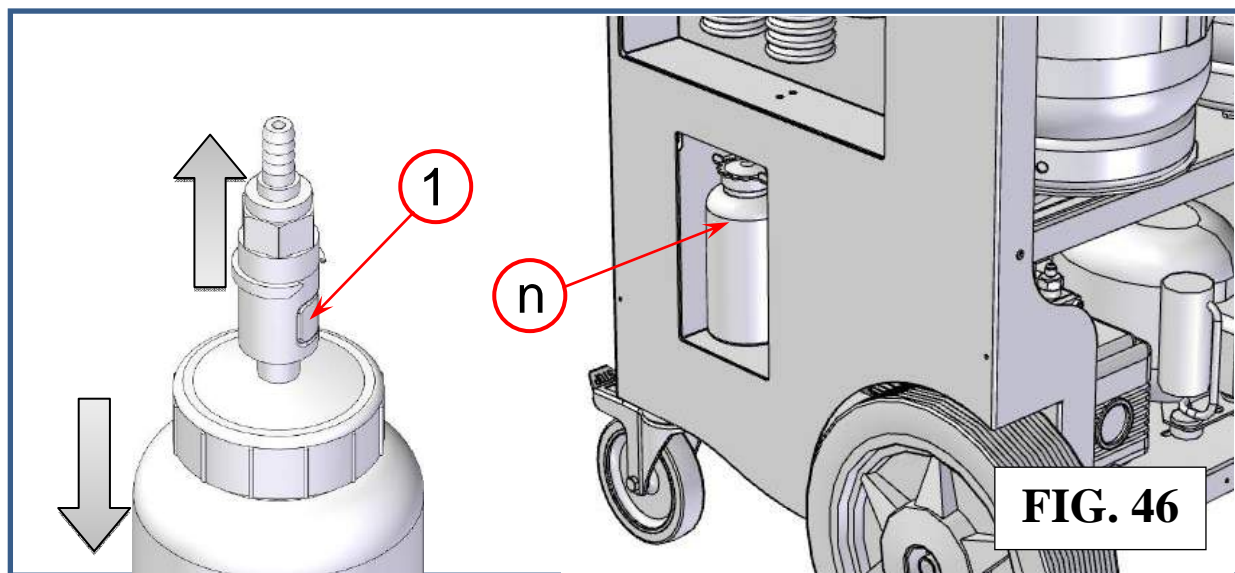

FIG. 46
1. Pulsar el botón de conexión rápida (ref 1, Fig.46) para desconectar el contenedor de aceite.
2. Levantar el contenedor de aceite de su alojamiento (ref n, Fig.46) sin ejercer presión sobre la balanza.